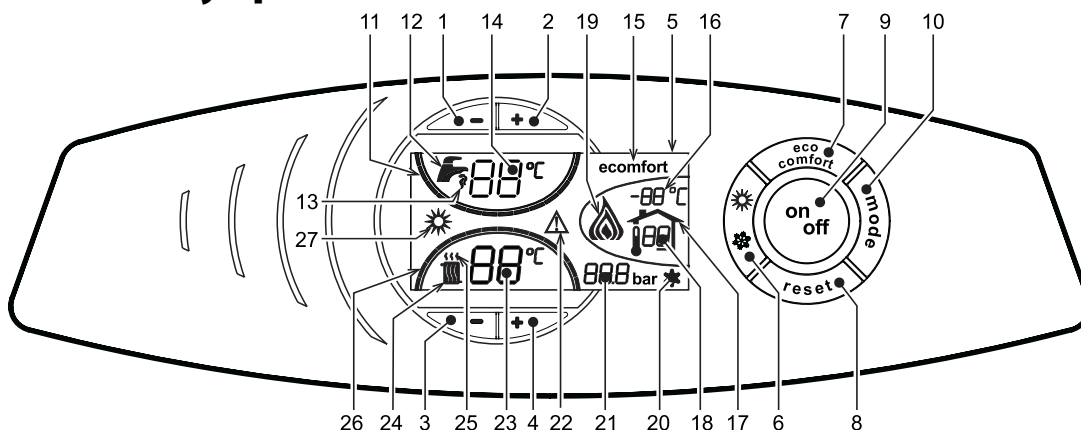
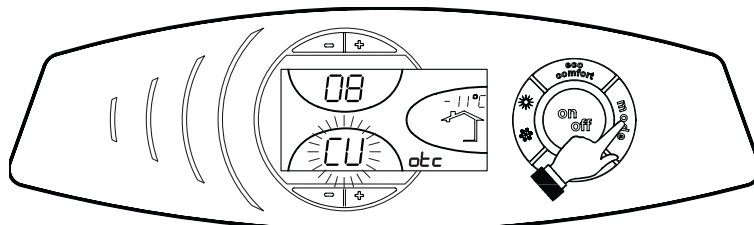
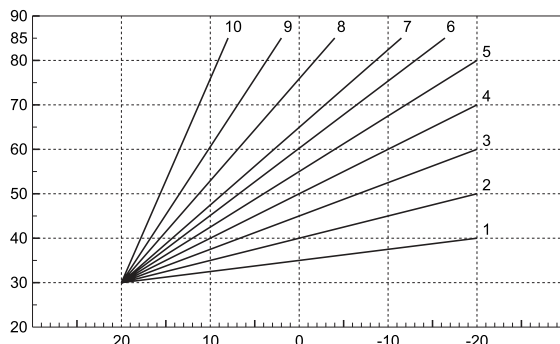
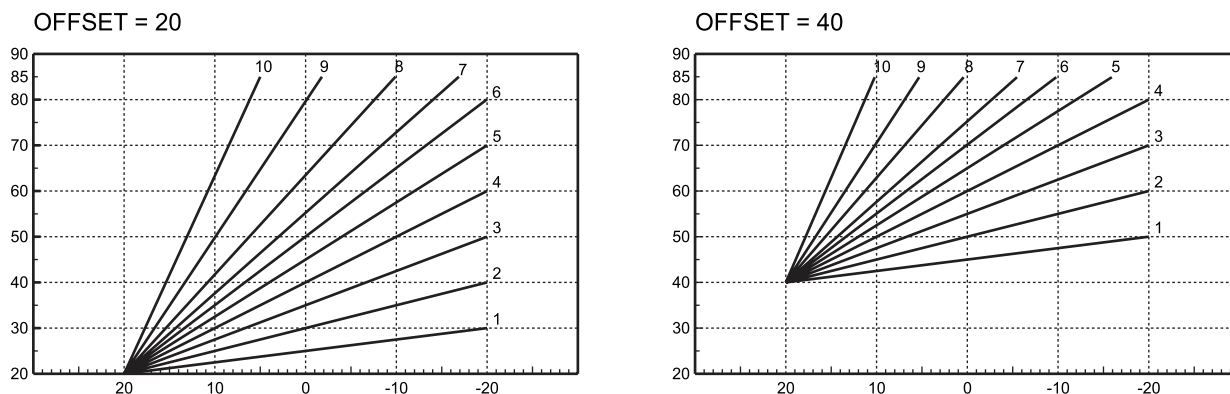

рис. 1 - Панель управления
рис. 11 - Кривая компенсации
рис. 13 - Компенсационные характеристики
рис. 14 - Пример параллельного смещения компенсационных характеристик
О поступлении команды на включение отопления (от комнатного термостата или от пульта ДУ) предупреждает мигание индикатора теплого воздуха, над радиатором (поз. 25 - рис. 1).
Индексные метки с подсветкой системы отопления (поз. 26 - рис. 1) загораются по мере приближения измеряемой датчиком температуры к заданному значению.
О поступлении команды включения котла на нагрев бойлера, генерируемой при остывании воды в бойлере, предупреждает мигание соответствующего индикатора (поз. 13 - рис. 1). Убедитесь, что функция Comfort включена (поз.15 - рис. 1)
Индексные метки с подсветкой системы ГВС (поз. 11 - рис. 1) загораются по мере приближения измеряемой датчиком температуры к заданному значению.
При включенной системе нагрева воды в бойлере (заводская установка) на дисплее отображается символ режима COMFORT (поз. 15 - рис. 1); наоборот, если система нагрева выключена, на дисплее высвечивается символ режима ECO (поз. 15 - рис. 1)
Бойлер может быть выключен пользователем (режим ECO) путем нажатия кнопки  (поз. 7 - рис. 1).
Для включения режима COMFORT снова нажмите клавишу  (поз. 7 - рис. 1).
Нажмите клавишу  (поз. 9 - рис. 1) в течение 1 секунды.
Для повторного включения котла вновь нажмите клавишу  (поз. 9 рис. 1) в течение 1 секунды.
- Нажмите кнопку ВКЛ/ВЫКЛ (поз.9 - рис. 1)
Нажмите клавишу  (поз. 6 - рис. 1) в течение 1 секунды.
На дисплее высвечивается символ «Лето» (поз. 27 - рис. 1). При этом котел будет работать только на контур ГВС. Система защиты от замерзания остается активной.
Для переключения в режим «Зима» вновь нажмите клавишу  (дет. 6 - рис. 1) в течение 1 секунды.
Температура в системе отопления регулируется в пределах от 30 °C до 90 °C с помощью клавиш  (поз. 3 и 4 рис. 1); однако, не рекомендуется эксплуатировать котел при температуре ниже 45 °C.
Температура воды в бойлере ГВС регулируется в пределах от 10°C до 65°C с помощью клавиш  (поз. 1 и 2 - рис. 1).
При наличии датчика уличной температуры (опция) на дисплее панели управления (поз. 5 - рис. 1) отображается измеряемая этим датчиком температура. При этом система управления котлом работает в погодозависимом режиме. В этом режиме температура воды, подаваемой в систему отопления, регулируется в зависимости от уличной температуры с тем, чтобы обеспечить максимальный комфорт и экономию энергетических ресурсов в течение всего отопительного сезона. Так, при повышении уличной температуры понижается температура подачи воды в систему отопления, что производится по установленной «кривой компенсации».
С переключением в погодозависимый режим показатель температуры, устанавливаемый клавишами  (поз. 3 и 4 - рис. 1) соответствует максимальной температуре подачи воды в систему отопления. Рекомендуется устанавливать максимальное значение заданной температуры с тем, чтобы позволить системе регулировать изменение температуры во всем диапазоне значений.
При однократном нажатии кнопки  (поз. 10 - рис. 1) на дисплей выводится текущая компенсационная характеристика (рис. 11), которую можно изменить с помощью кнопок задания температуры воды ГВС  (поз. 1 и 2 - рис. 1). Измените конфигурацию кривой в пределах от 1 до 10 в зависимости от характеристики (рис. 13). При задании значения 0 функция регулировки в режиме плавающей температуры исключается.
При одновременном нажатии кнопок регулировки температуры отопления  (поз. 3 и 4 - рис. 1) открывается доступ к параллельному смещению характеристик (рис. 14), с помощью кнопок регулировки температуры в контуре ГВС  (поз. 1 и 2 - рис. 1).
Для выхода из режима параллельного смещения кривых еще раз нажать клавишу  (поз. 10 - рис. 1).
Если к котлу подключено устройство дистанционного управления (опция), вышеописанные операции могут производиться только так, как указано в таблице 1. При этом на дисплее пульта управления (поз. 5 - рис. 1) высвечивается температура в помещении, измеряемая встроенным температурным датчиком устройства управления.
Выбор режимов ECO/COMFORT	При отключении режима ГВС с пульта ДУ котел устанавливается в режим «Eco-putu». В этих условиях кнопка 7рис. 1 - на панели котла отключена.
При включении режима ГВС с устройства ДУ котел устанавливается в режим COMFORT. В этих условиях с помощью кнопки 7рис. 1 - на панели управления котла можно выбрать любой из этих двух режимов.